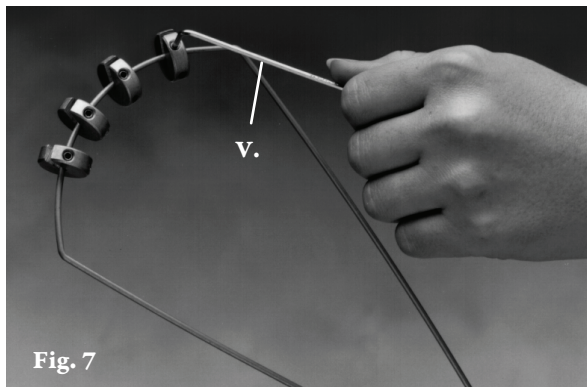

Fig. 7
- 7) Use la llave hexagonal (V.) para colocar las poleas y ajustar el ángulo de tracción. Gire a la derecha para apretar. Gire a la izquierda para aflojar. La barra estabilizadora puede doblarse para conseguir el ángulo y la posición necesarios (fig. 7). Si el estabilizador se coloca en un tornillo de banco, resultará más fácil ajustar el ángulo.